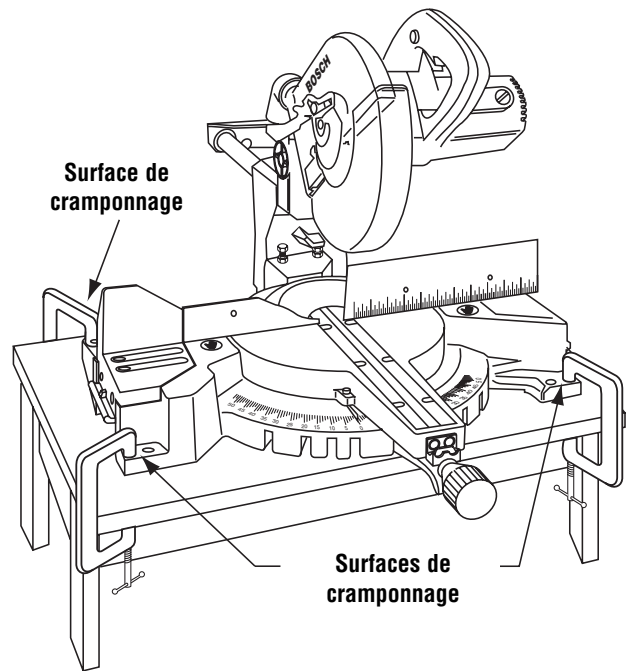

Figure 16. Montage portatif à l'aide de serre-joints
- Placez au moins deux (2) serre-joints en C sur les surfaces de cramponnage et fixez solidement (Figure 16).